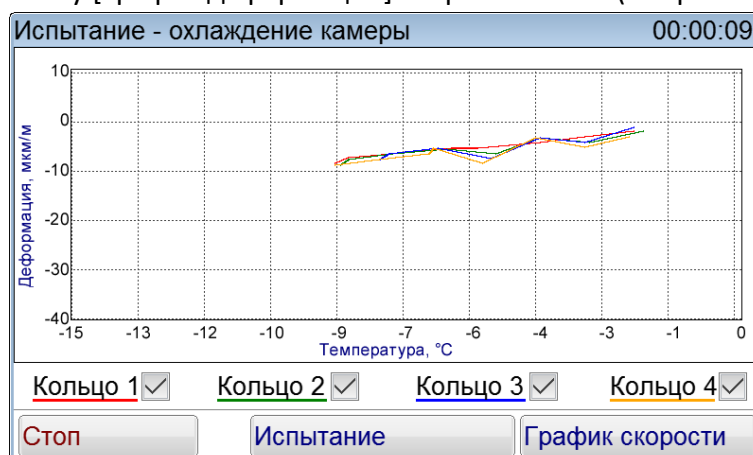

Рисунок 14 – Испытание - охлаждение камеры (график деформации)
4.4.18 При нажатии на кнопку [График деформации] откроется окно (см. рис. 14).
4.4.20 О растрескивании испытуемого образца свидетельствует скачок деформации на графике зависимости деформации от температуры (см. рис. 14). Через 12 минут на экране «Испытание – охлаждение камеры» (см. рис. 13) в столбце «Tabcd, °C» появится значение в строке напротив номера кольца.